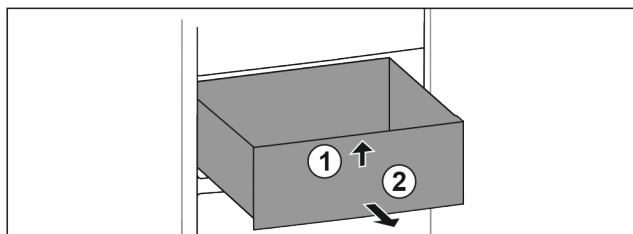

Fig. 131
- Schubfach vorne anheben. Fig. 131 (1)
- Schubfach nach vorne entnehmen. Fig. 131 (2)